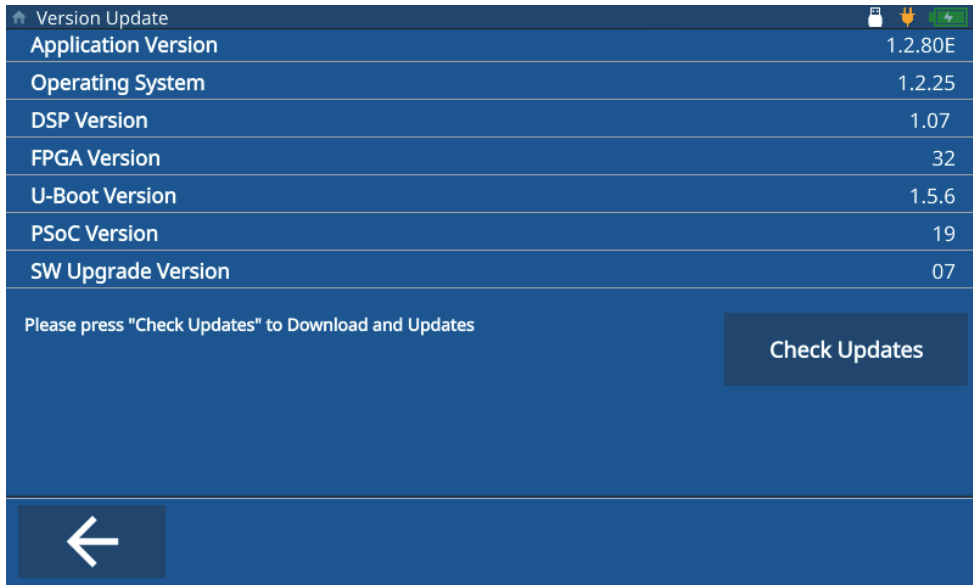

图 9-1 软件更新屏幕
6. 仪器屏幕上显示当前软件版本。点击**Check Updates**（检查更新）（参见第80页的图 9-1）。